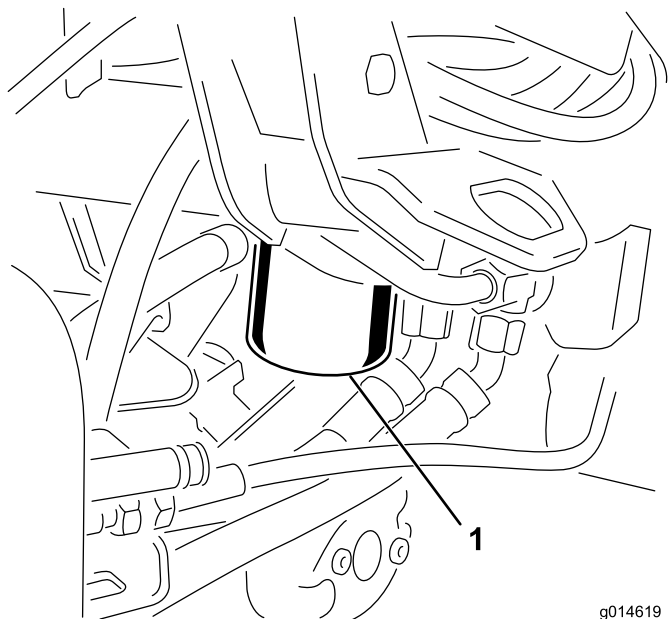

図 53
1. フィルタ容器の周辺をウェスできれいにぬぐう (図 53)。フィルタの下に廃油受けを置いてフィルタを外す。